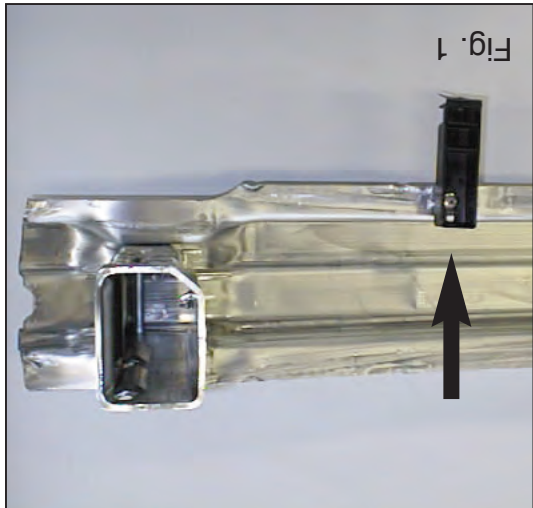

Fig. 1
2. Verwijder, indien aanwezig, van de binnenbumper de tijdsensor. Verwijder de binnenbumper inclusief steunen. Deze komen te vervallen. Boor links en rechts de popnagels uit de kunststof-bumperssteunen van de binnenbumper. (zie fig. 1.) Plaats deze d.m.v. het aangegeven bevestigingsmateriaal aan de onderzijde van de buis van de trekhaak. Verwijder de kitwaslaag ter plaatse van de bevestigingspunten. **Voor de Audi 2005-> modellen geldt:** Verwijder de kunststof pluggen uit het chassis.
2. Remove if present the time sensor from the inner bumper. Remove the inner bumper and its supports. They will no longer be needed. Drill out the rivets on the right and left of the plastic bumper supports on the inner bumper (see fig. 1). Position them on the underside of the tow bar tubing using the indicated fastening materials. Remove the glue/wax layer at the attachment points. **For Audi 2005-> versions:** Remove the plastic plugs from the underside of the chassis.
2. Falls vorhanden den Zeitsensor von der Innenstoßstange entfernen. Anschließend die Innenstoßstange einschließlich der Halterungen entfernen. Die Halterungen werden nicht mehr benötigt. Links und rechts die Nieten aus den Kunststoffstoßstangenhalterungen der Stoßstangeninnenverkleidung herausbohren (siehe Abb.1). Diese mit Hilfe des angegebenen Befestigungsmaterial an der Unterseite des Rohrs der Anhängervorrichtung anlegen. Die Kitt/Wachsschicht bei den Befestigungspunkten entfernen. **Für Audi 2005->modellen gilt:** Die Kunststoffstöpsel von der Unterseite des Langträger entfernen.
- * Enlever si présents le capteur horaire du pare-chocs intérieur. Déposer le pare-chocs intérieur ainsi que ses supports. Ils ne seront plus utilisés. Extraire en perçant à gauche et à droite les faux rivets des supports de pare-chocs en matière synthétique du pare-chocs interne (voir fig. 1).
2. Gdy obecny: Z wewnętrzej części zderzaka należy wyjąć regulator czasu i zdemonstrować wewnętrzną część zderzaka wraz ze wspornikami. Nie będa one już potrzebne. Po prawej i lewej stronie wywiercić nity z wykonanych z tworzywa sztucznego wsporników zderzaka w dzierzaku wewnętrznym. (patrz rys. 1). Umieścić go przy pomocy wskazanego materiału mocującego od spodu szyny haka holowniczego. Punkty mocowania należy oczyścić z wastyw kłtu / wosku. **Dla modeli Audi 2005-> obowiązuje:** Usunąć zaślepki z tworzywa sztucznego od spodu podwozia.
2. Rimuovere se presente il sensore dall'animata del paraurti. Rimuovere l'animata del paraurti con i sostegni. L'animata non dovrà essere rimontata. Forare a destra e sinistra i rivetti dei sostegni di plastica dell'animata del paraurti. (vedi fig. 1.) Posizionare i sostegni sotto il traverso del gancio traino, fissandoli con il materiale di fissaggio in dotazione.
2. Enlever si présents le capteur horaire du pare-chocs intérieur. Déposer le pare-chocs intérieur ainsi que ses supports. Ils ne seront plus utilisés. Extraire en perçant à gauche et à droite les faux rivets des supports de pare-chocs en matière synthétique du pare-chocs interne (voir fig. 1).
2. Avlägsna om dessa finns tidssensorn från stötfångarens innanmäte. Avlägsna innanmätet inklusive stagen. Dessa förfaller. Borra till höger och vänster ut hålnitarna ur plaststagen för stötfångarens innanmäte. (se fig. 1.) Placera dessa med det angivna monteringsmaterialet mot undersidan av dragkrokens rör. Avlägsna kitt-/vaxlagret från monteringspunkterna. **För Audi modeller 2005->**: Ta bort plastpluggarna från undersidan av chassit.